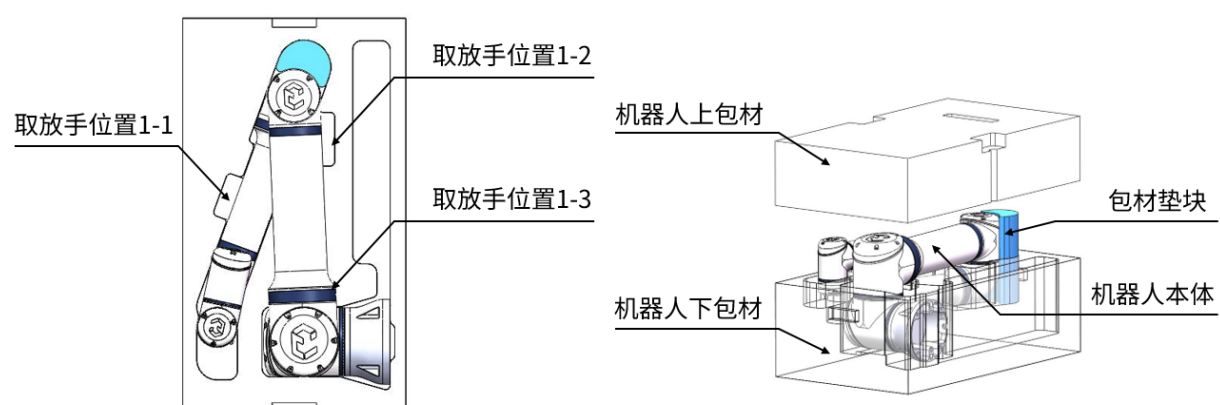

图 6-2: 机器人打包图 2
2. (A1: 180°、A2: -177.6°、A3: 157.6°、A4: -82.3°、A5: 180°、A6: -45°)，如图 6-2所示。